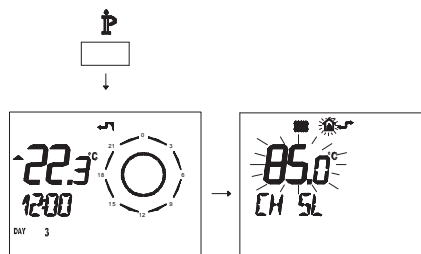

Figura 5.64
- Premere per più di 3 secondi il pulsante  per entrare in modalità **INFO** (Figura 5.64).